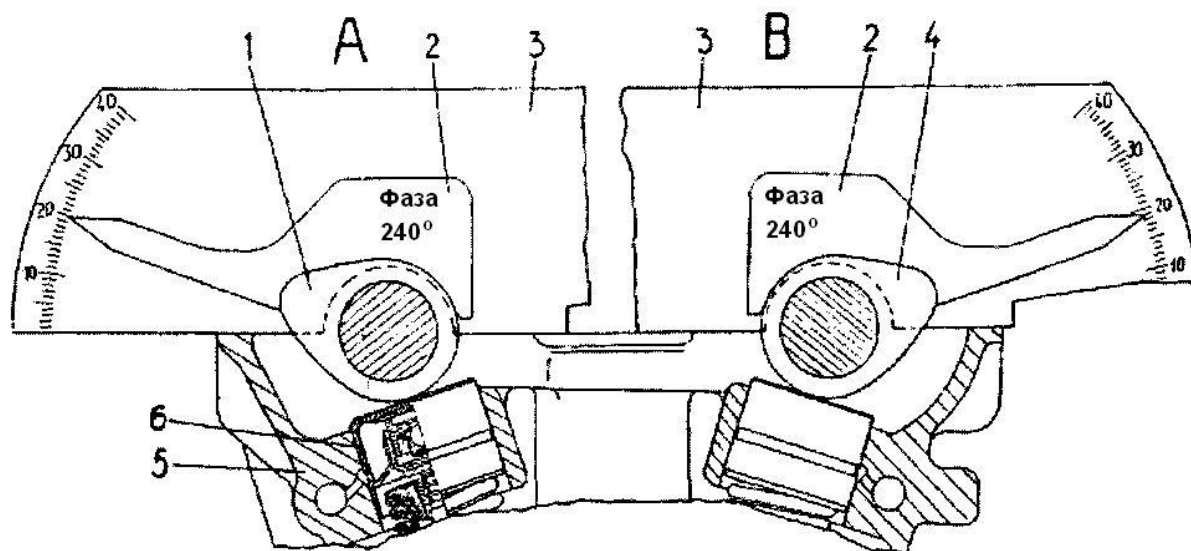

Рис.57. Проверка углового положения распределительных валов:
2. Установить транспортир 3 (рис.57) за первым кулачком распределительного вала впускных клапанов - вид «А». Прижимая транспортир 3 к верхней плоскости головки цилиндров 5, приложить и плотно прижать шаблон 2 к поверхности первого кулачка. При этом стрелка шаблона должна показывать на транспортире угол: